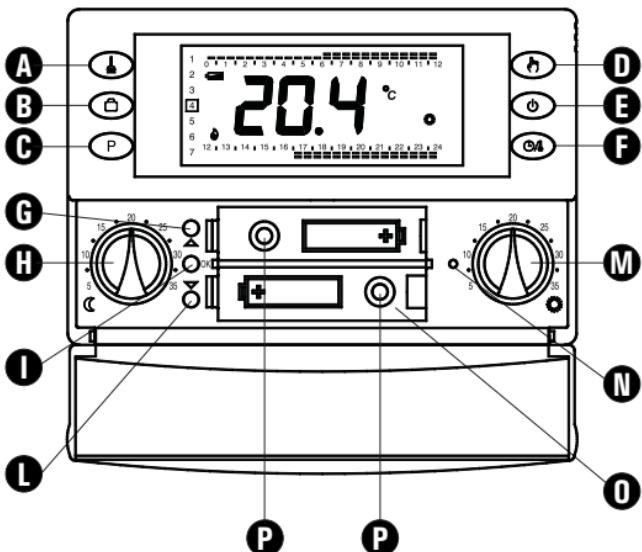

Fig. 1
6. Insérer les batteries dans le logement des batteries (0 de la Fig. 1) ; voir le paragraphe 'INSERTION/REEMPLACEMENT DES BATTERIES'.
- 1. Ouvrir le volet d'accès au logement des piles (Fig. 1).**